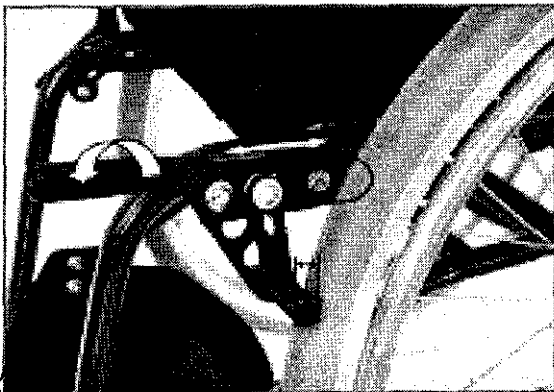

Fig. 17
4) Posición del freno Bambino (Fig. 17)